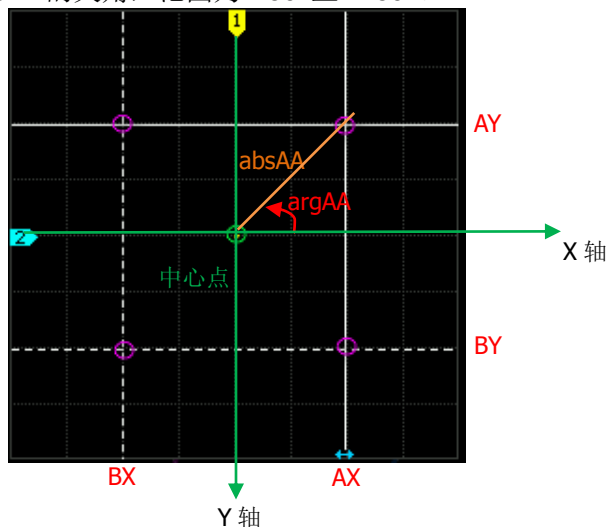

图 6-8 XY 光标测量结果定义
- absAA: 光标 AX 和光标 AY 交点相对于中心点的弦长，中心点定义为屏幕中两个通道标签所在的水平位置(即 X 轴)与垂直位置(即 Y 轴)的交点。如图 6-8 所示。